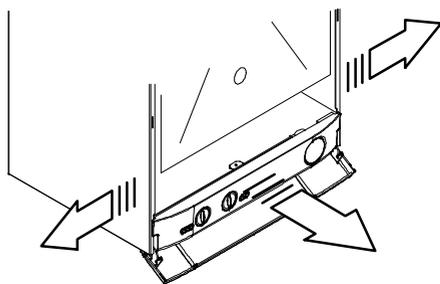

Fig. 5.16
- Spostare i pannelli laterali e estrarre frontalmente il pannello comandi per accedere alla morsetteria di alimentazione Fig. 5.16.